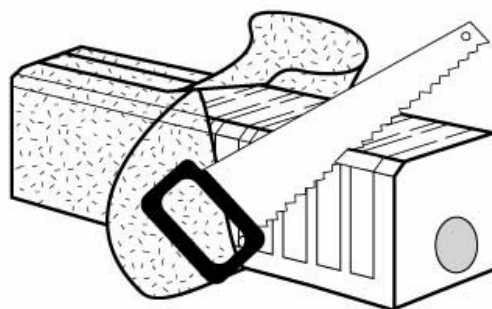

Figure 6 - Mise à longueur du drain CLIPCEN
- Ajuster les blocs à la mesure voulue. Couper le bloc à l'aide d'une scie égoïne (Voir figure 6).